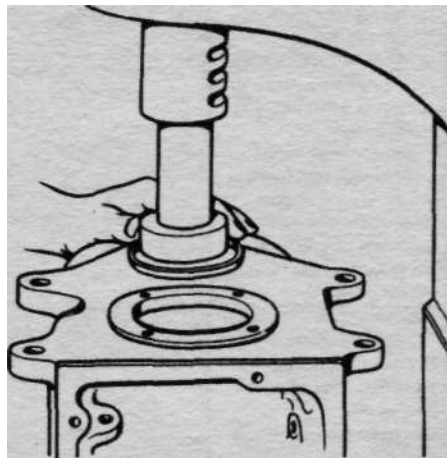

Рис. 3.27. Запрессовка заглушки переднего подшипника промежуточного вала
- запрессовать в картер заглушку переднего подшипника промежуточного вала заподлицо с передней стенкой картера (рис. 3.27);